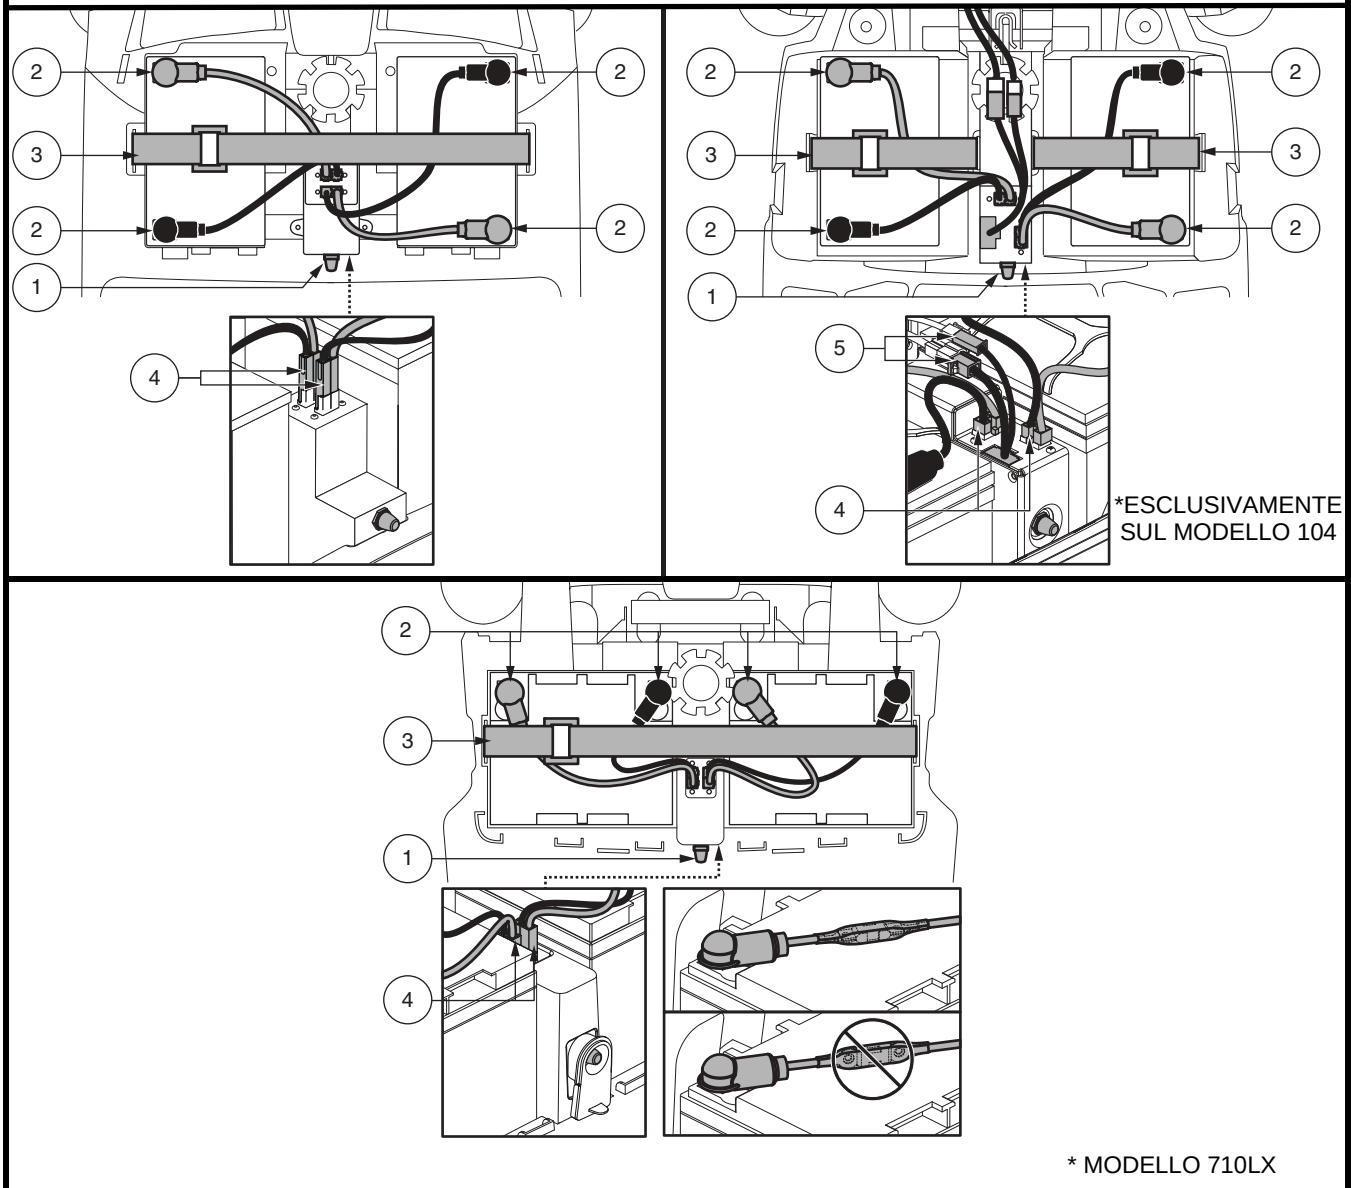

Figura 11. Terminali e connessioni per l'installazione/rimozione delle batterie
2. Scollegare la fascetta di fissaggio delle batterie. Vedere figura 11.
3. Scollegare il gruppo della batteria sollevandolo verso l'alto. Vedere figura 11.
6. Posizionare la batteria nuova nell'alloggiamento corrispondente. I terminali delle batterie devono essere rivolti verso il lato opposto del piantone del sedile. Vedere figura 11.